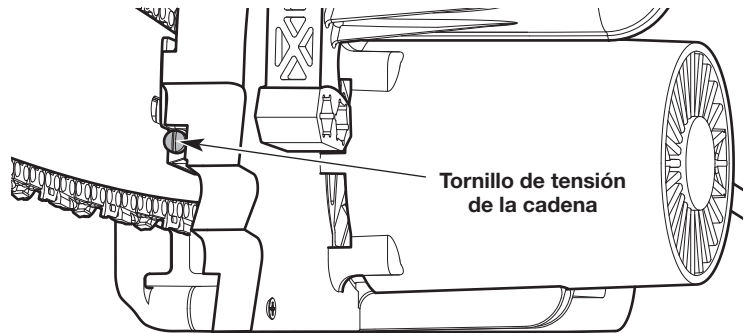

Fig. 32
2. Sostenga la punta de la barra de guía hacia arriba y con un destornillador de cabeza plana gire el tornillo de tensión de la cadena (Fig. 32).
1. Utilice un destornillador de cabeza plana para girar el tornillo de tensión de la cadena en el sentido contrario a las agujas del reloj (Fig. 32) hasta que el pasador de tensado de cadena quede bien a la izquierda de la superficie de montaje (Fig. 37).